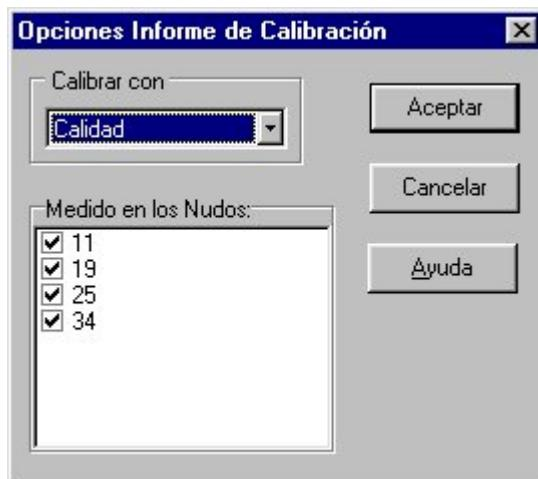

Figura 9.12. Opciones de Calibración.
3. En el cuadro Opciones de Calibración que aparecerá (ver Figura 9.12):
4. Presione **Aceptar** (OK) para crear el informe.